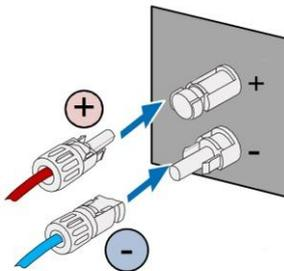

Fig 5.4 Stringa CC FV collegata all'inverter
(1) Collegare i connettori positivo e negativo delle stringhe FV collegate alle posizioni corrispondenti dell'interfaccia CC dell'inverter e confermare la tenuta del collegamento, come illustrato nella Fig. 5.4;
(2) Al momento di smontare il connettore CC dall'inverter, inserire la punta di un cacciavite a taglio nel foro rialzato al centro del connettore e forzare l'estremità mobile del connettore per estrarlo.